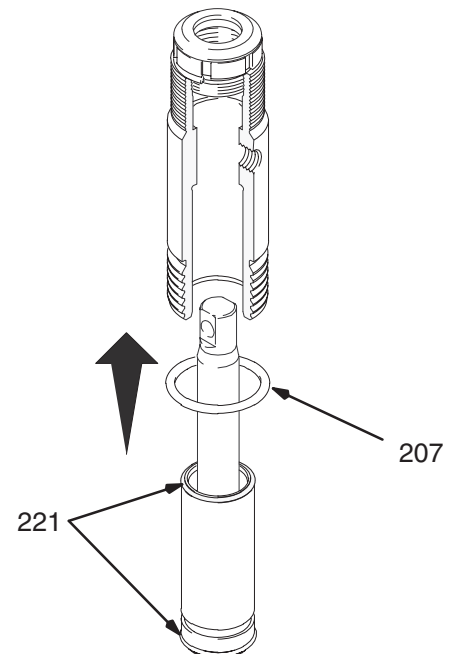

Fig. 17
Fig. 17. Graisser les joints toriques (221) et les placer sur la chemise. Faire coulisser l'ensemble chemise/tige de piston par le bas du cylindre. Remplacer le joint torique (207) si souhaité.